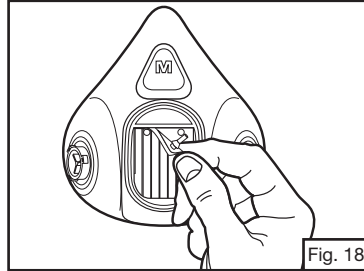

Fig. 18
2. Retire a Válvula de Exalação 3M™ 6583 o 7583 a partir do assento da válvula puxando cada haste de válvula separadamente desde os furos (Fig. 18).